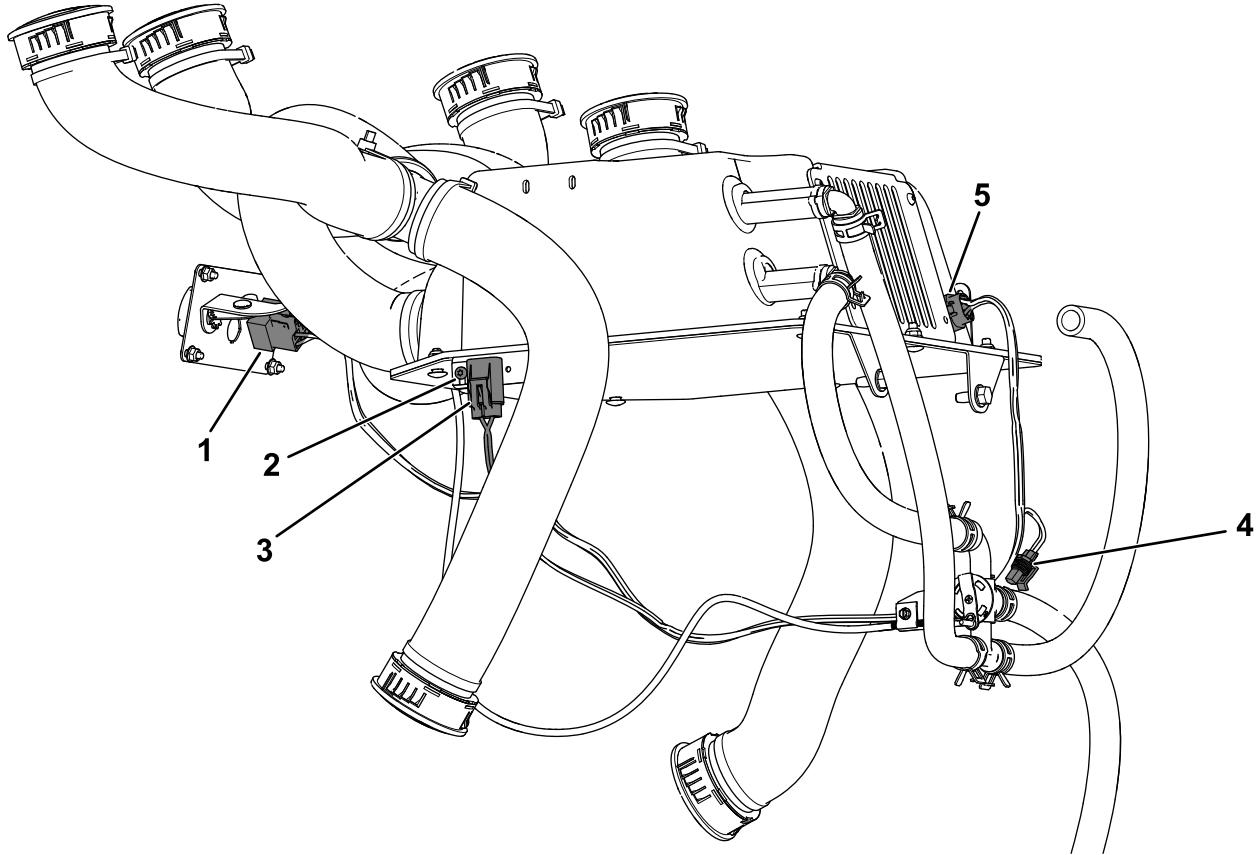

Bild 23
1. Installieren Sie die Sicherungsabdeckung (im Lieferumfang des Kitkabelbaums enthalten) mit der Flachkopfschraube (#10-24 x $\frac{3}{8}$ ') an der linken Seite des Heizkastens Bild 23.
2. Verlegen Sie den Kitkabelbaum, wie in Bild 23 abgebildet.